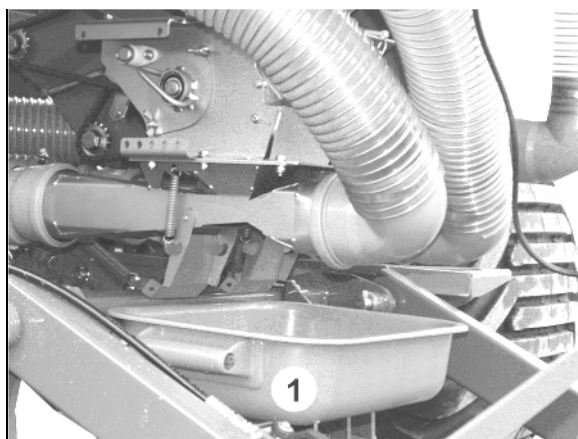

Рис. 33
1. Перевести запорный кран (Рис. 33/1) в положение **В**.